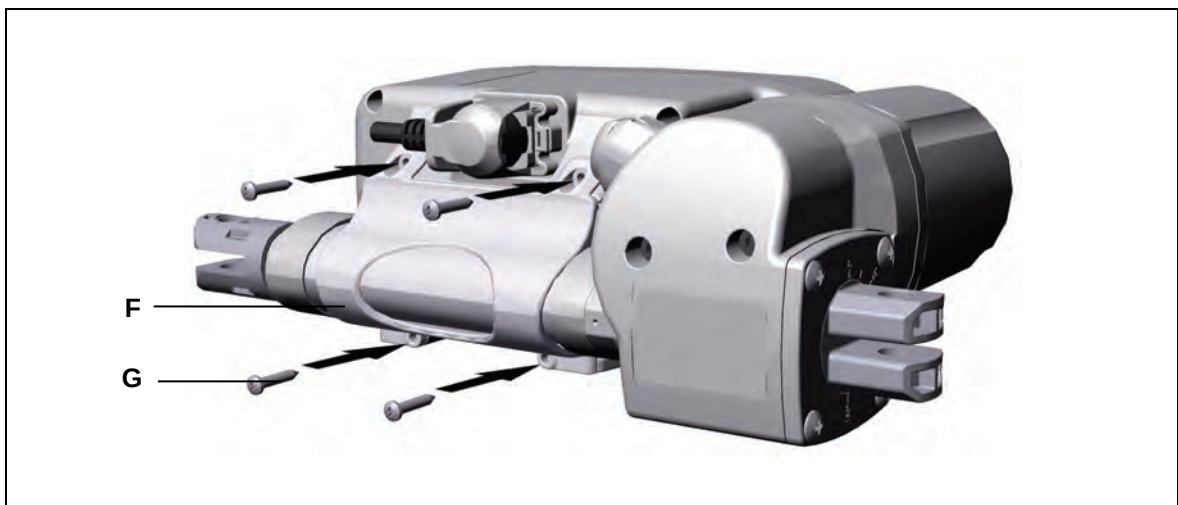

Abbildung 14 Montage der Befestigungsschelle
- 2 Der Motortopfdeckel des Antriebs MFZ muss in der Führung (C) liegen, wie in Abbildung 14 gezeigt.
- 3 Verschrauben Sie die Befestigungsschelle (F) an der Steuerung MCL II.